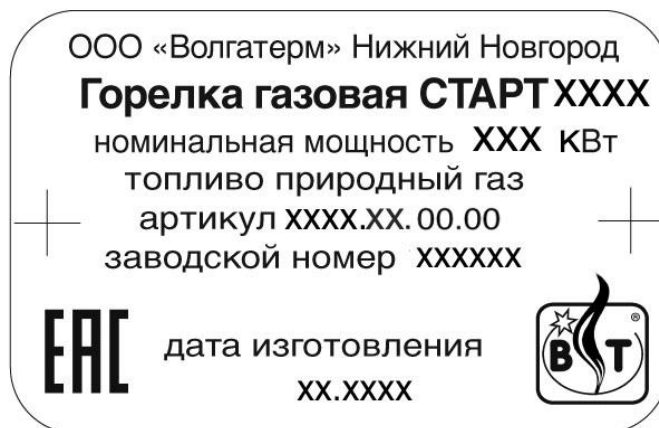

Рисунок 3 – Шильдик горелки СТАРТ
2.2.3 Конструктивное исполнение, номинальную мощность, вид газа и дату изготовления смотреть на шильдике прибора, представленном на рис. 3.